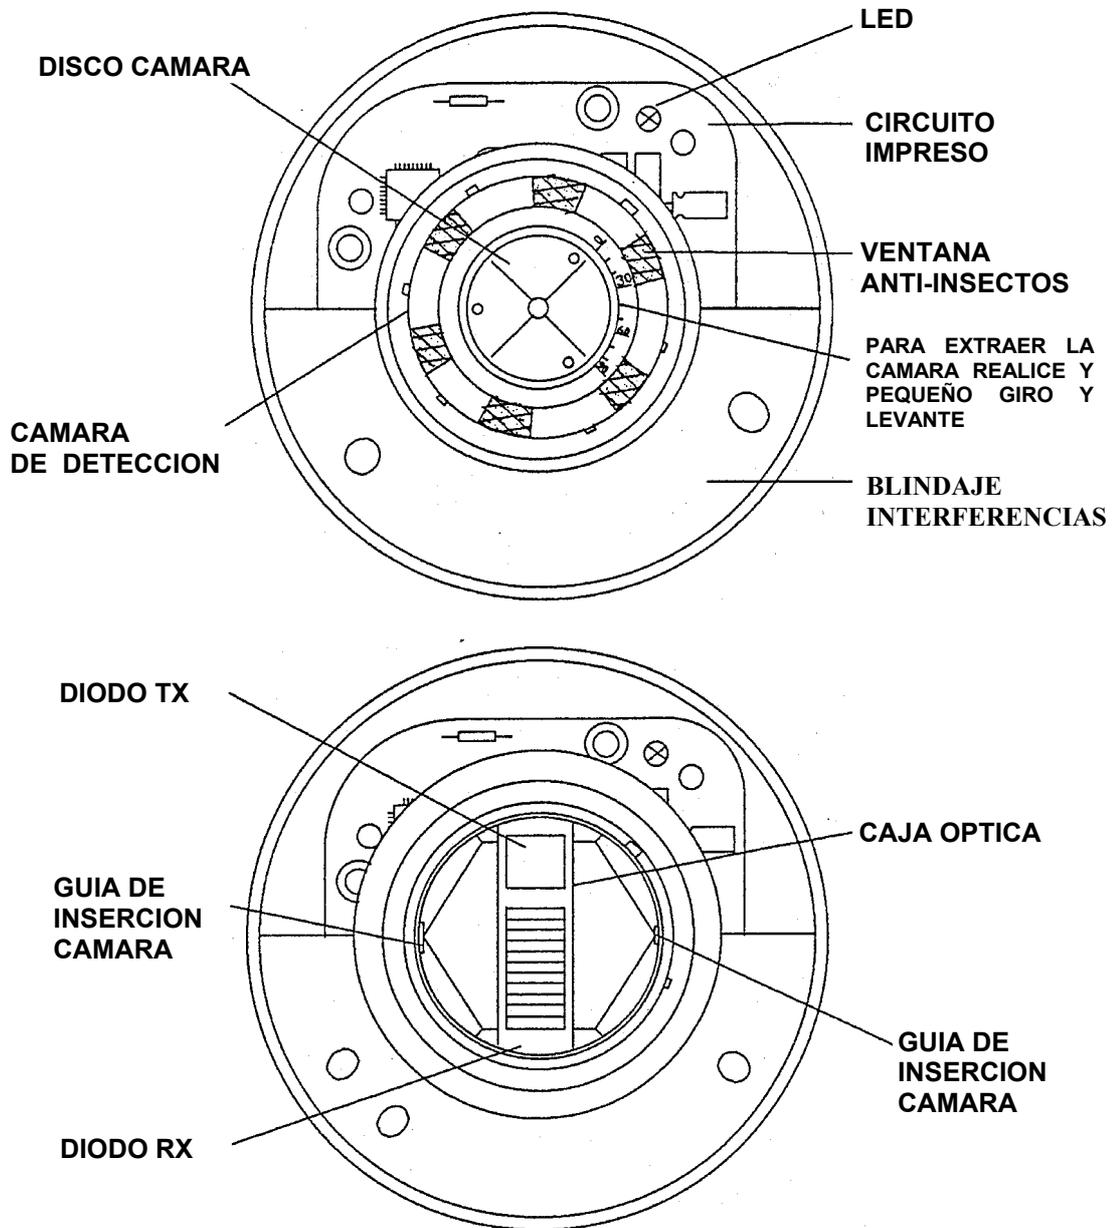

Imagen 5.4.2 ZP730 – Aspecto Interno
3. Al realizar la operación anterior dispondrá de la parte inferior del sensor con la electrónica de control y la cápsula de detección, vista de la imagen 5.4.2.